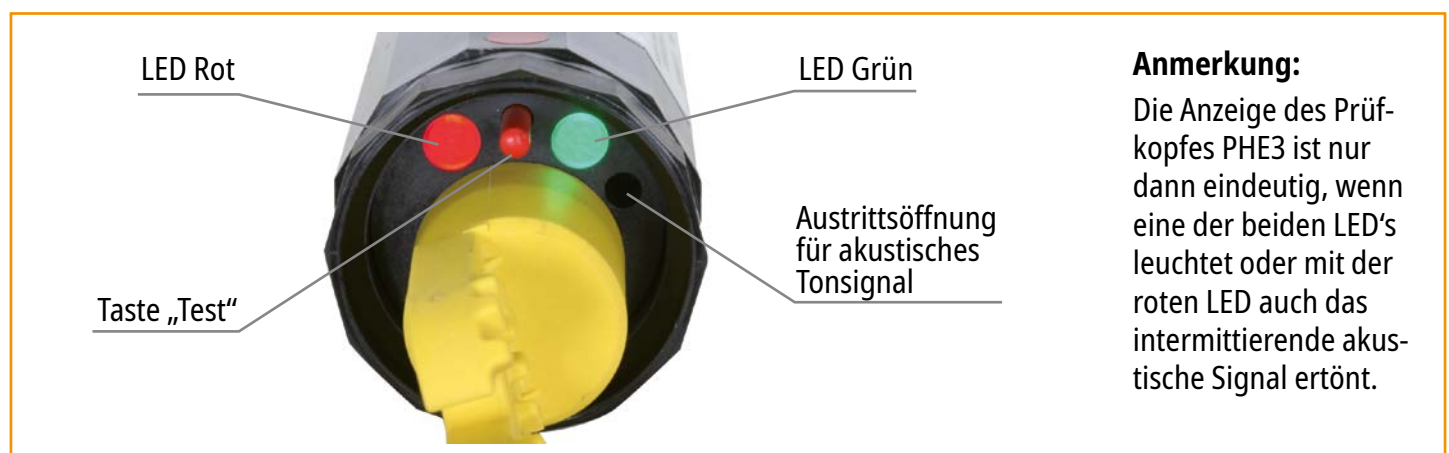

Bild 7
Vor dem Prüfen auf Spannungsfreiheit ist die Funktionskontrolle durchzuführen. Beim Drücken der Taste „**TEST**“ (siehe Bild 7, Seite 15) wird sowohl das Anzeigegerät eingeschaltet, als auch seine ordnungsgemäße Funktion (Kontrolle der Ansprechschwelle) überprüft. Hierbei zeigt beim Drücken der Taste „**TEST**“ die rote LED Blinklicht und die akustische Anzeige gibt ein intermittierendes Tonsignal ab, während nach dem Loslassen die grüne LED Dauerlicht zeigt.
Zeigen nach Loslassen der Prüftaste „**TEST**“ beide LED's Dauerlicht und ertönt ein akustisches Dauertonsignal, so ist die Batterie erschöpft. Der Prüfer ist nicht mehr betriebsbereit. Es ist eine neue Batterie einzusetzen (siehe Bild 7, Tabelle 5 und Pkt. 6 auf Seite 16).
Der entsprechende Spannungs- / Betriebszustand des zu prüfenden Anlagenteils wird nun optisch (akustisch) über die Anzeigensignale des Prüfers angezeigt (siehe Bild 7 und Tabelle 5, Seite 16).
Bei weiteren Prüfungen muss erneut die Taste „**TEST**“ gedrückt und die Funktionskontrolle durchgeführt werden. Der Prüfkopf Typ PHE3 ist sofort wieder prüfbereit (siehe Pkt. 5.1 und Bild 7).
Das Gerät kann auch im deaktivierten (ausgeschalteten) Zustand an das zu prüfende Anlagenteil angelegt werden. Steht das Anlagenteil unter Spannung, so aktiviert sich die Elektronik des Gerätes selbstständig und es wird „Spannung vorhanden“ durch Blinklicht der roten LED und über das intermittierende Tonsignal angezeigt (siehe Bild 7 und Tabelle 5, Seite 16).
Der Zusammenbau erfolgt in umgekehrter Reihenfolge. Beim Einschieben des Elektronikteils (3) ist darauf zu achten, dass die rote Taste „TEST“ (8) und der rote Markierungspunkt (7) übereinstimmen (siehe Pfeil in Bild 7). Die Führungen (5) müssen in die Führungsnuten (6) eingreifen. Nach dem Einschieben des Elektronikteils (3) ist der Abschlussring (4) vollständig mit dem Gehäuse (1) zu verschrauben (siehe Bild 7).